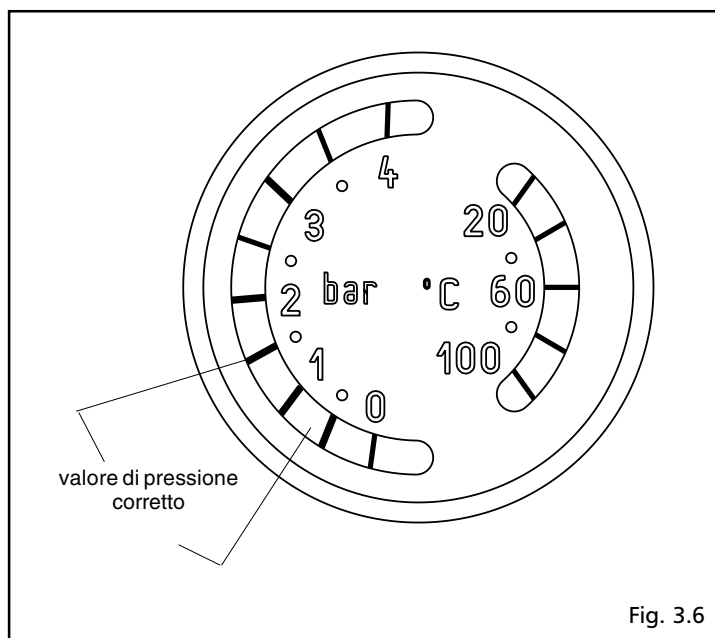

Fig. 3.6
- aprire di due o tre giri il tappo della valvola di sfogo aria automatica (A)
- aprire il rubinetto di riempimento (C) fino a che la pressione indicata dal termoidrometro arrivi a circa 1 bar (fig. 3.6).